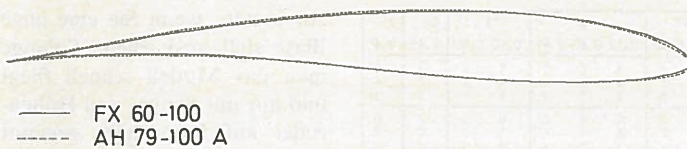

Abbildung 10
Noch eine Anmerkung zum Wortmann-Profil FX 60-100. Das Modell eines Kollegen mit diesem Profil zeigt im Vergleich zu ähnlich ausgelegten Konstruktionen mit Eppler Profilen (E 387, E 392, E 193) keineswegs eine aufgrund der Rechnung zu erwartende bessere Leistung. Ich habe – um ganz objektiv zu sein – vom Rechner mit den angegebenen Koordinaten (2) die Profile FX 60-100 und AH 79-100A mit 200 mm Profiltiefe übereinander zeichnen lassen. Abb. 10 zeigt, daß die Konturen so ähnlich sind, daß wir – bei kritischer Beurteilung unserer Baugenaugigkeit – keineswegs sicher sein können, welchem der gemessenen Profile der von uns gebaute Flügel näher steht. Sehen wir uns die für das Profil AH 79-100A berechneten Ergebnisse an, verschwindet der Vorsprung des FX 60-100 völlig, selbst wenn die „praktische Wahrheit“ etwa in der Mitte liegen sollte. Betrachten Sie das als Bestätigung des als Titel der zweiten Folge gewählten Zitats von W. Thies!